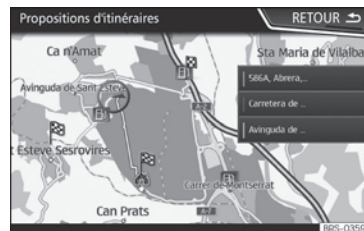

Fig. 206 Navigation prédictive
- Sur l'écran principal du Menu de navigation, appuyez sur la touche **Propositions d'itinéraires** de la fenêtre contextuelle. Pour afficher les propositions d'itinéraires, appuyez sur le bouton **Afficher sur la carte** » » fig. 206.